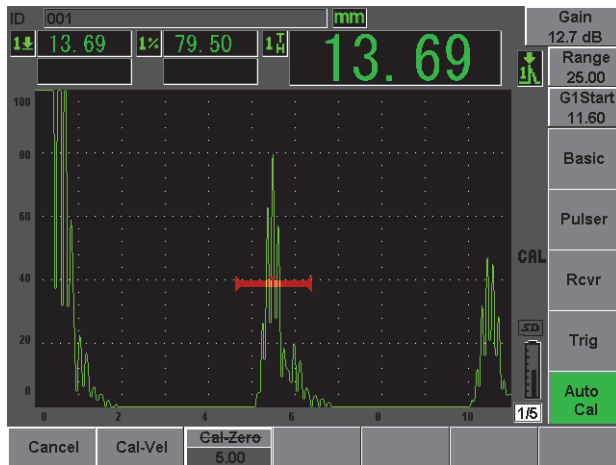

图 2-16 闸门 1 起始
11. 按 [**2ND F**]，（自动 **XX%**）键，将缺陷指示调整到 80 % 满屏高（参见第 47 页的图 2-16）。